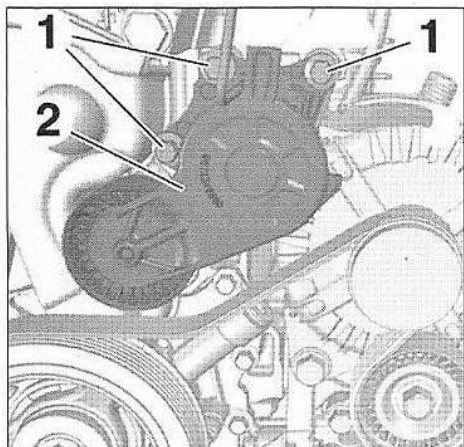

FIG.24
- Déposer (Fig.24) :
- les vis (1),
- le tendeur dynamique supérieur (2).